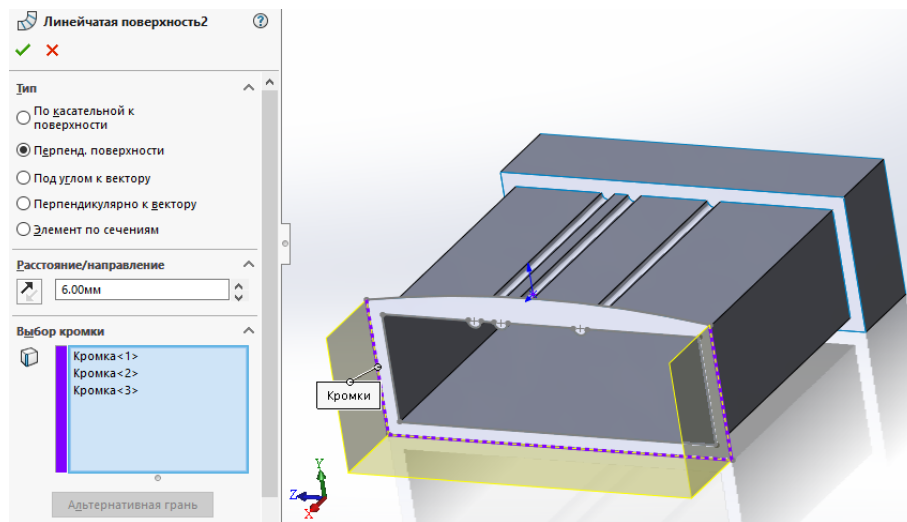

Рис. 12. Построение линейной поверхности
13. Теперь повторяем пункт 12 с другой стороны объекта, но не выделяем верхнюю кромку (рис. 12).